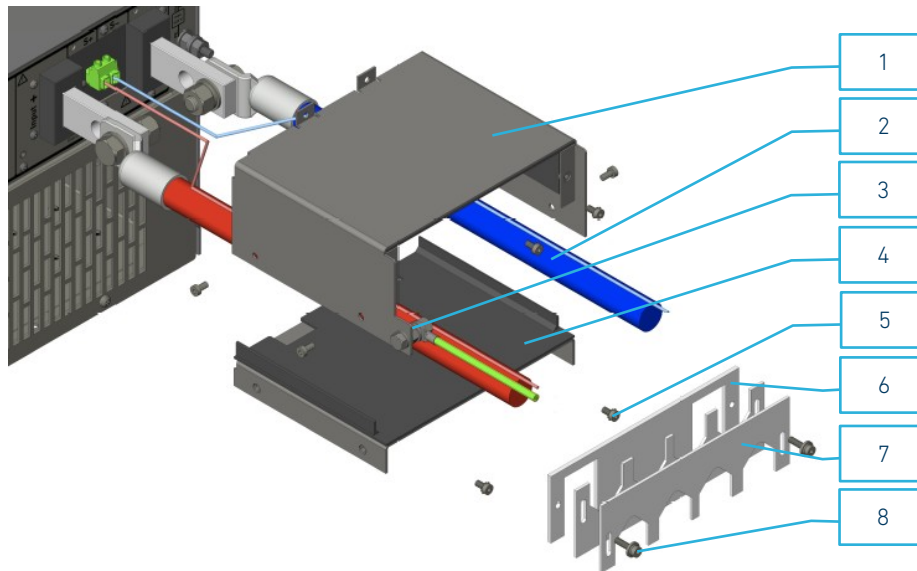

Abbildung 2.18: Montieren der Sicherheitsabdeckung SAB-HES-5
Die folgenden **Nummern** beziehen sich auf Abbildung 2.18.
4. Lastkabel entsprechend Abbildung 2.11 und Abbildung 2.18 mit den mitgelieferten Schrauben und Scheiben an die Stromschienen anschließen.